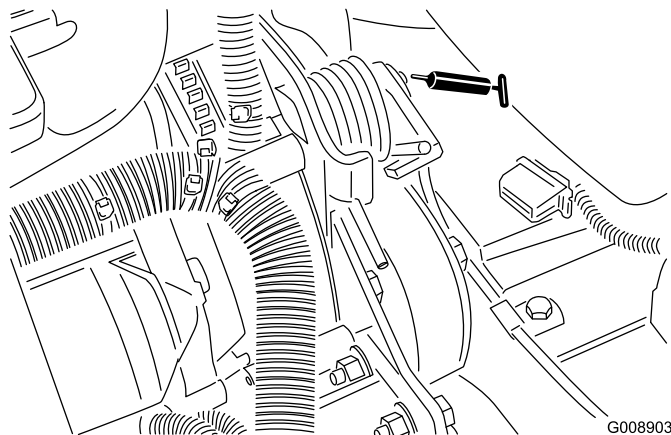

Figura 48
- Pivote tensor de la correa (Figura 48)